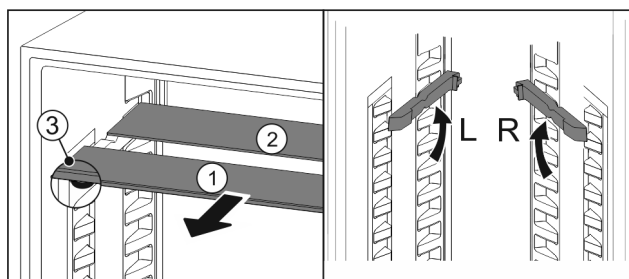

Fig. 25
- ▶ Glasplaten afzonderlijk vanaf de voorkant eruit trekken Fig. 25 (1).
- ▷ Glasplaat Fig. 25 (1) met sierlijst ligt voor.
▷ Stops Fig. 25 (3) zijn naar onder gericht.